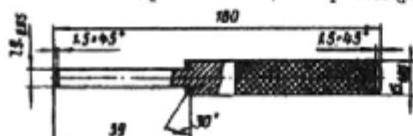

Рис. 27. Оправка для выпрессовки и запрессовки направляющей втулки клапана
- выпрессуйте изношенную направляющую втулку клапана из головки цилиндров с помощью оправки (рис. 27);